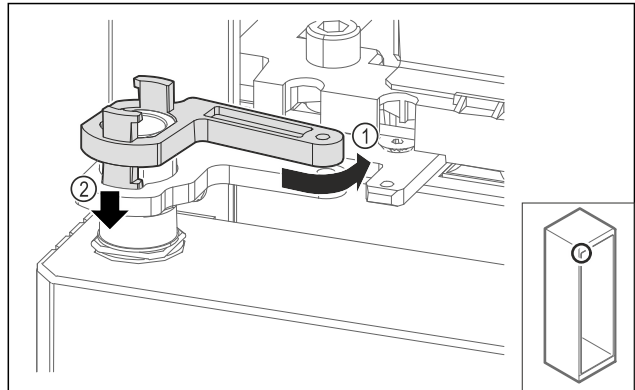

Fig. 71
- Zľahka otočte blokovanie ložiskovej konzoly späť Fig. 71 (1), zatlačte nadol Fig. 71 (2) a zaistite v uholníku závesu.